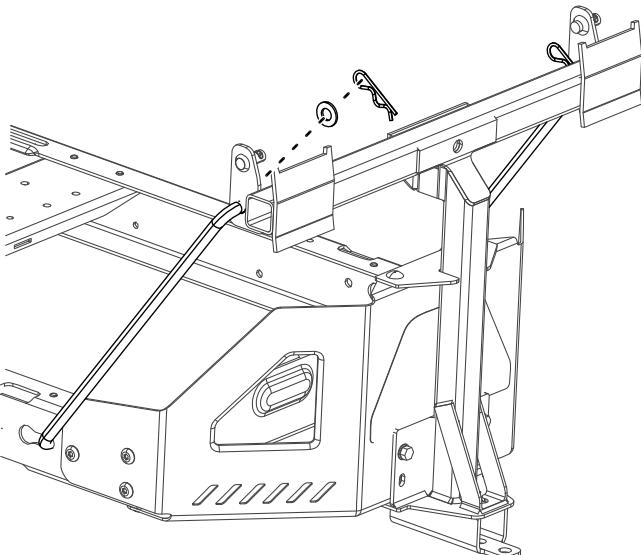

Bild 8
4. Setzen Sie das gebogene, flache Ende einer Stange in den verkeilten Schlitz an der linken Seite des Maschinenrahmens ein und bewegen die Stange nach hinten, damit sie im Rahmen sitzt (Bild 8).
- Setzen Sie die gebogenen Enden der Stangen in die Anbaugerätbefestigung ein, wie in Bild 8 abgebildet, und befestigen Sie das Ende jeder Stange mit einer Scheibe und einem Splint.
2. Montieren Sie die Schwenkhalterungen am Drehrahmen (Bild 8).